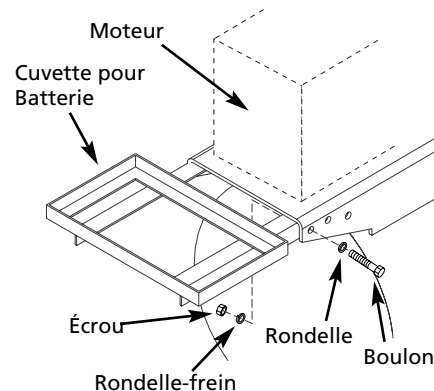

Figure 1 - Monter la cuvette
1. Monter la cuvette pour batterie sur la plaque de base du compresseur en utilisant la quincaillerie fournie (Voir Figure 1).